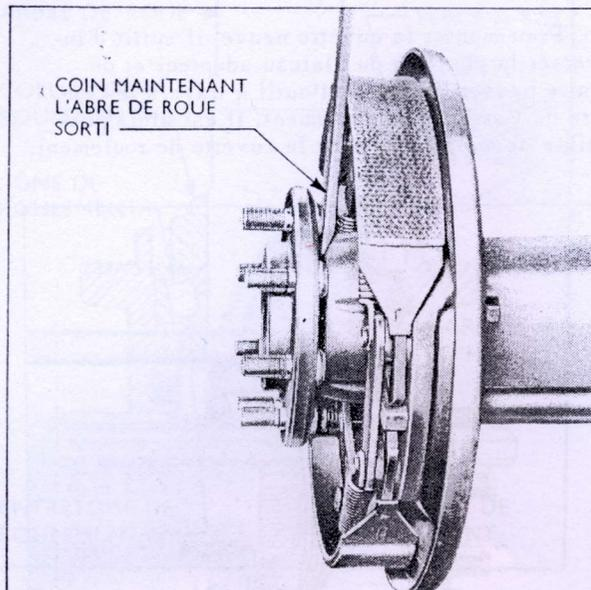

Fig. 11
9. S'assurer que l'arbre de roue opposé et son arrêt de roulement sont solidement fixés, puis, au moyen d'un coin, déplacer cet arbre vers l'extérieur (fig.11). En introduisant le coin, faire tourner légèrement la bride de l'arbre de roue pour bien appliquer le cône de roulement dans sa cuvette.